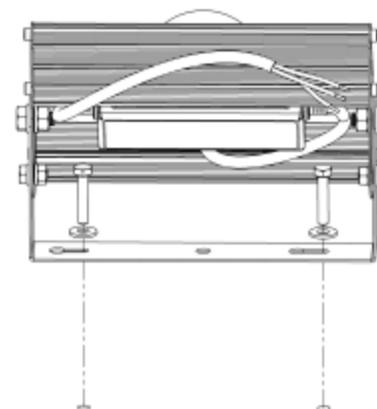

Рис. 1
- 4.1 Тип крепления: поворотный кронштейн (Рис.1);
Приложить светильник кронштейном к монтажной поверхности. Произвести крепление кронштейна к монтажной поверхности, сориентировать светильник в требуемом направлении. Затянуть фиксирующие болты (Рис.1);